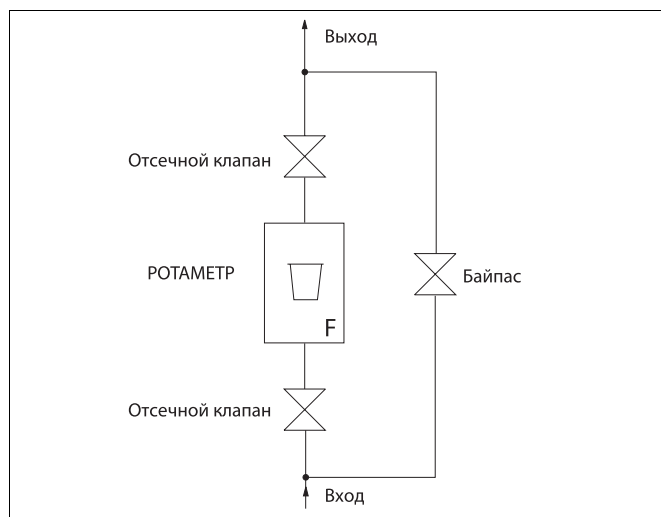

Рис. 3: Пример установки.
- Если расходомер устанавливается в трубопроводе, перекрытие которого является нежелательным или невозможным, то следует использовать перепускной трубопровод (байпас), как показано на Рис. 3.